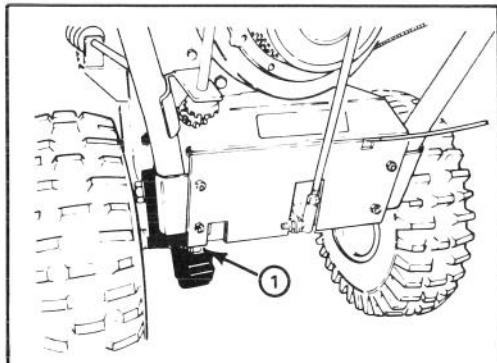

Abbildung 17
1. Die Antriebskette einmal jährlich mit Kettenölschmierstoff schmieren (Abb. 17). Überschüssiges Öl aufwischen.